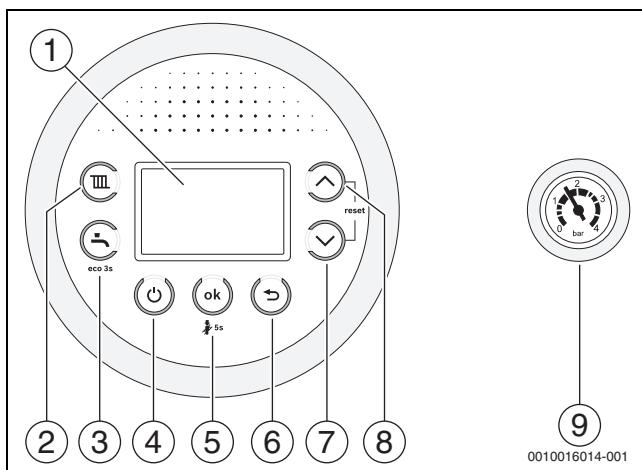

Рис. 1 Панель управления
- Выключите котел кнопкой (→ рис. 1).